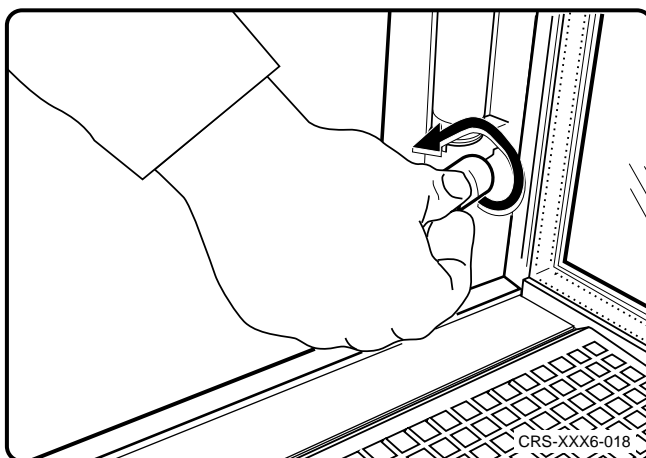
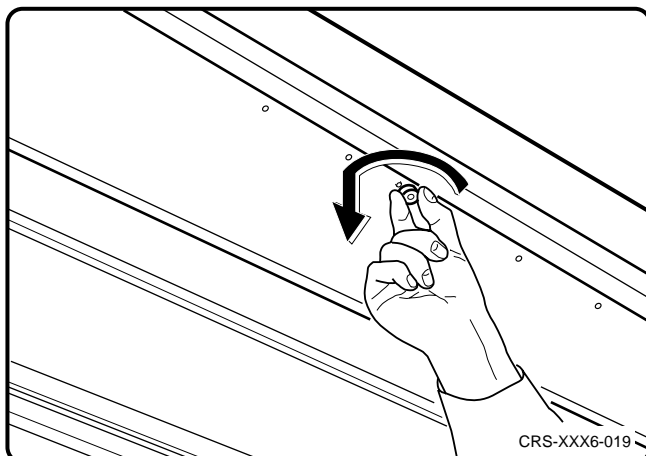

Fig. 12
Fig. 13
- Insertar, apretando ligeramente, el arrancador defectuoso (véanse las figs. 12 y 13) y girar un cuarto de un giro aproximadamente en sentido de la flecha.
- Pressione o arrancador avariado (ver fig. 12 ou fig. 13) ligeiramente para dentro e rode-o um quarto de volta no sentido da seta.
- Defecte starter (zie afb. 12 resp. afb. 13) iets indrukken en ongeveer een kwart slag in de pijlrichting draaien.